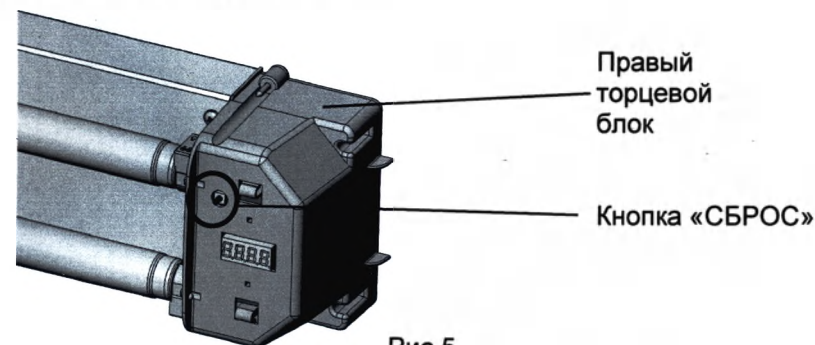

Рис.5
- 5.7. Фиксация времени, отработанного лампами, осуществляется с помощью электронного счетчика с цифровым индикатором, позволяющего фиксировать суммарную наработку в часах (рис.2). Погрешность показаний счетчика не превышает 5 %. Информация сохраняется в памяти счетчика при выключенном облучателе в течение 1 года. В конструкцию счетчика включена кнопка сброса показаний при замене ламп (рис.5).
- Нажать кнопку «СБРОС» счетчика и удерживать (рис.5).